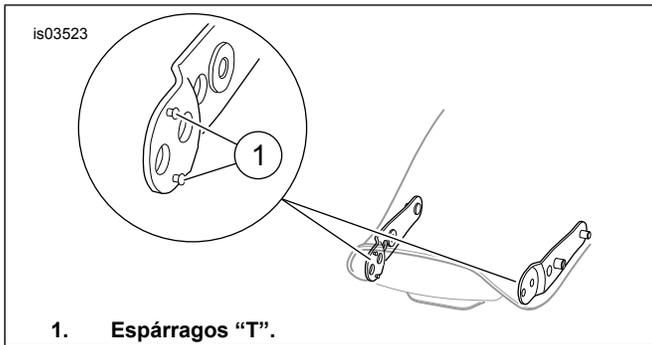

Figura 3. Extracción del espárrago "T".
1. Tornillo (4)
2. Arandelas (4)
3. Vea la Figura 3. Usando alicates y un movimiento giratorio, extraiga los espárragos "T" (1) de ambas piezas de soporte del guardabarros. Los espárragos "T" deben extraerse para proporcionar el espacio libre para el montaje de la pieza de soporte Bobtail.